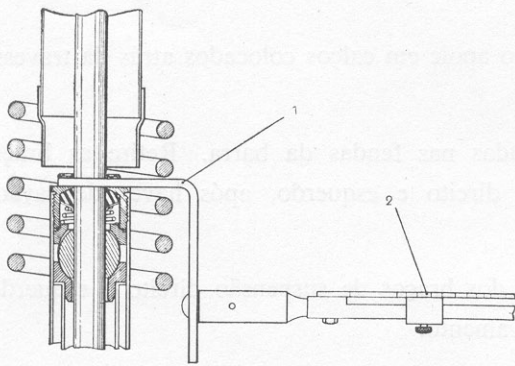

Fig. 10
- Colocar a chave representada (Fig. 10) sôbre a porca superior, fazendo-a passar entre os espirais da mola e apertar com uma chave dinamométrica, na pressão acima recomendada.